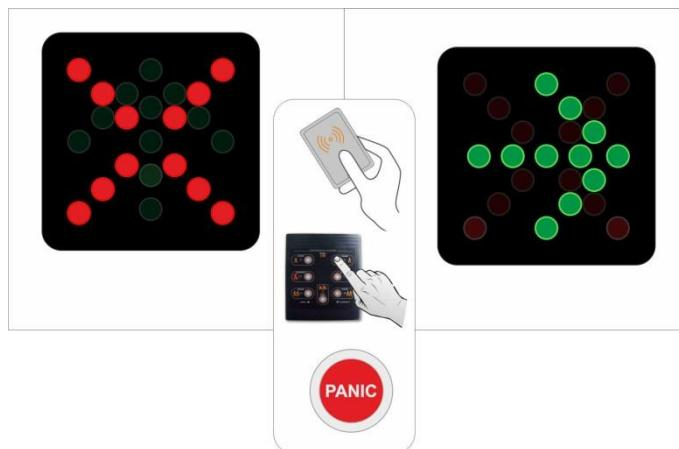

Рис. 4 -. Отображения статуса работы турникета на табло индикации
**1.4.1.1** Корпус турникета представляет собой металлическую конструкцию, которая своей опорой (корпусом) **II** (см. Рис.2) монтируется на ровную поверхность с помощью анкеров Redibolt. Статус турникета отображают платы индикации **2**, вмонтированные в корпус изделия. Постоянно светящаяся красная индикация означает исходное состояние турникета (см.Рис.4): проход через турникет заблокирован в обе стороны.